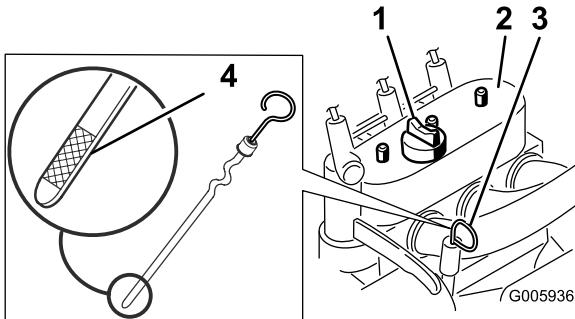

Bild 13
4. Reinigen Sie den Bereich um den Ölpeilstab (Bild 13).
5. Ziehen Sie den Peilstab heraus und wischen Sie das Metallende ab (Bild 13).
6. Schrauben Sie den Ölpeilstab vollständig in das Peilstabrohr (Bild 13).
8. Machen Sie, wenn der Ölstand niedrig ist, rund um die Öleinfüllverschlusskappe sauber und entfernen Sie die Kappe (Bild 13).